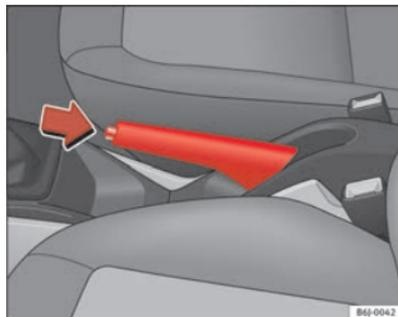

Abb. 106 Handbremse zwischen den Vordersitzen
⇒ Seite 155, Abb. 106.
- Ziehen Sie den Hebel etwas nach oben, drücken Sie die Entriegelungstaste in Pfeilrichtung ⇒ Seite 155, Abb. 106 und führen Sie den Handbremshebel ganz nach unten ⇒ .